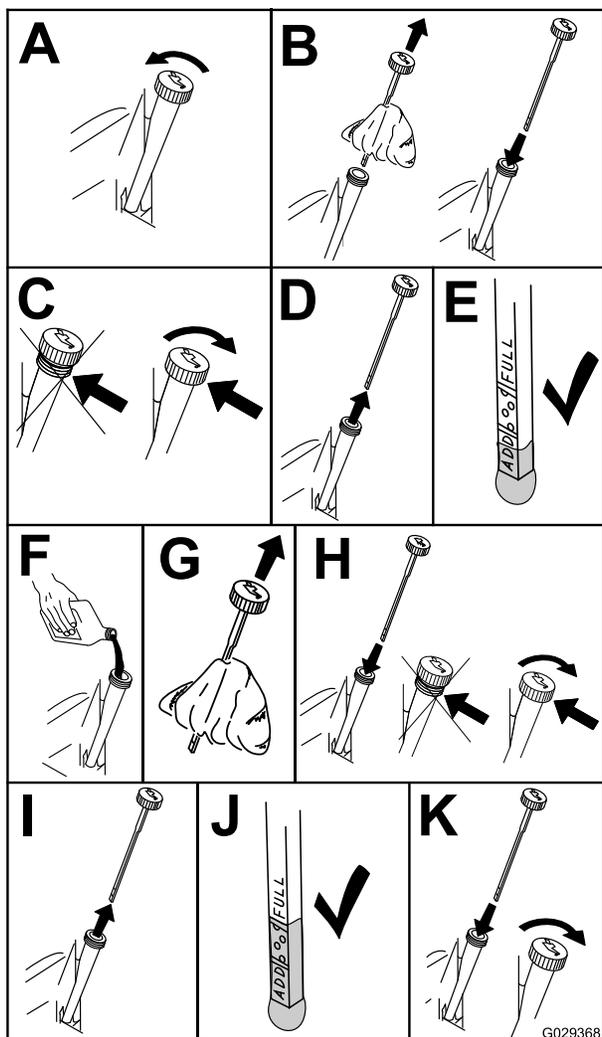

Figura 36
3. Para manter a sujidade, as aparas de relva, etc., fora do motor, limpe a área em torno da tampa de enchimento e vareta antes de a remover (Figura 36).